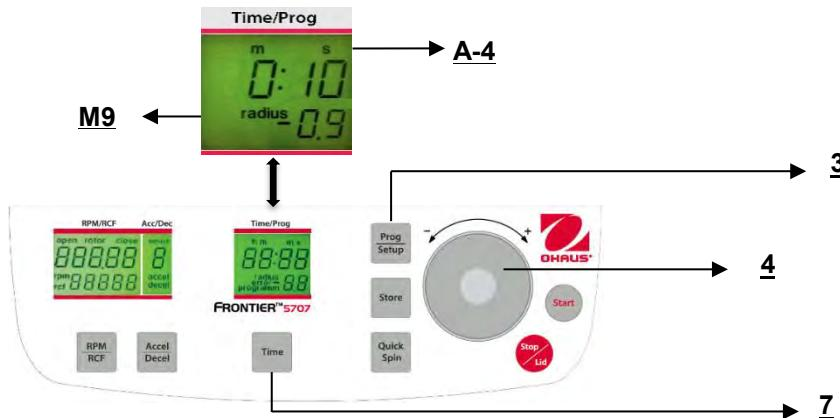

Abbildung. 19
Schließen Sie den Deckel, drücken Sie dann die Taste **"Time"** (7) (siehe Abbildung 19) und die Taste **"Prog/Setup"** (3) zur gleichen Zeit und halten Sie sie.